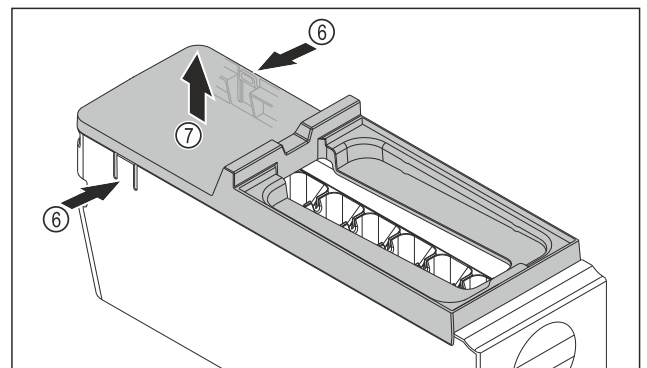

Fig. 119
- ▶ Abdeckung des EasyTwist-Ice-Korpus entnehmen: Laschen Fig. 119 (6) an den beiden Seiten des EasyTwist-Ice-Korpus mit einer Hand drücken.
- ▶ Abdeckung Fig. 119 (7) mit der anderen Hand nach oben entnehmen.